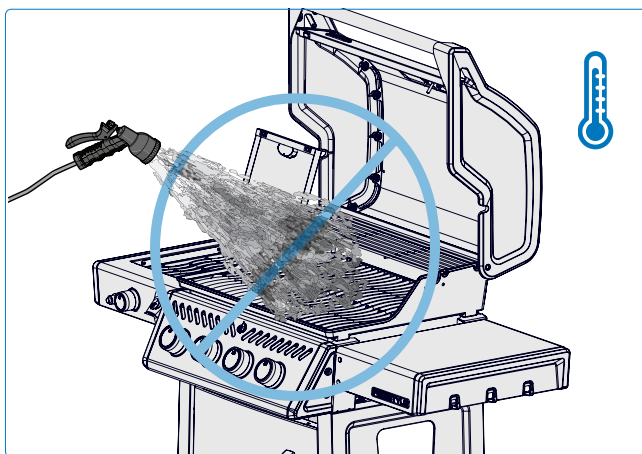

Fig. 27
1. Sluk aldrig en flamme eller kontroller opblusninger med vand (**Fig. 27**)